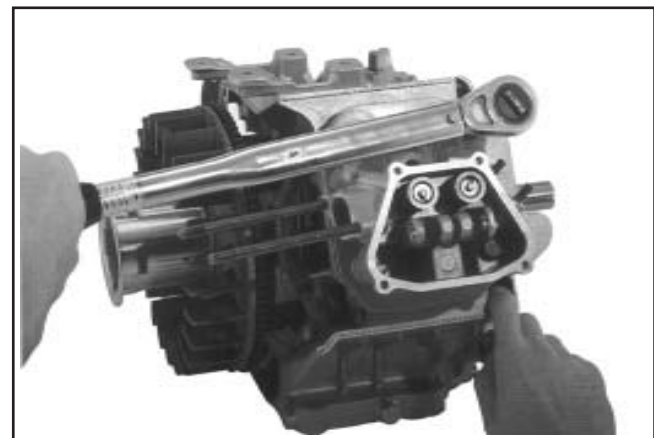

Figure 11-66. Serrage des vis de la culasse.
5. Installer la culasse et les quatre vis hexagonales à brides. Serrer les vis en plusieurs étapes, en suivant l'ordre indiqué (voir les figures 11-66 et 11-67) au couple de :